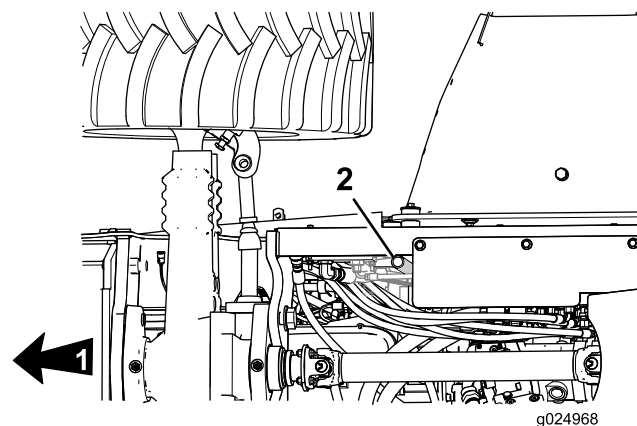

Figura 67
1. Inspeccione el tubo de ventilación del cárter (Figura 67) en busca de sedimentos, residuos o hielo dentro del tubo.